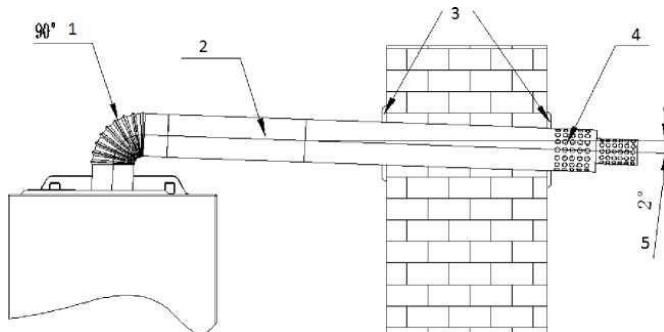

Рис. 15
В зависимости от фактического места установки котла можно столкнуться с ситуацией, когда длины трубы дымоотвода будет недостаточно для монтажа, или же необходим дополнительный поворот на 90°, тогда возможно, основываясь на фактической потребности, заказать удлинение трубы или дополнительные отводы 90°, смотри рис. 15.
**ВНИМАНИЕ:** Общая составная длина (с учетом возможных поворотов на 90°) прямой трубы коаксиального дымо-/воздуховода (считая сразу же от отвода 90° после выхода из котла) не должна превышать 3 м (см. рис. 15), при этом каждый дополнительный отвод 90° равнозначен увеличению длины трубы коаксиального дымо-/воздуховода на 1 м